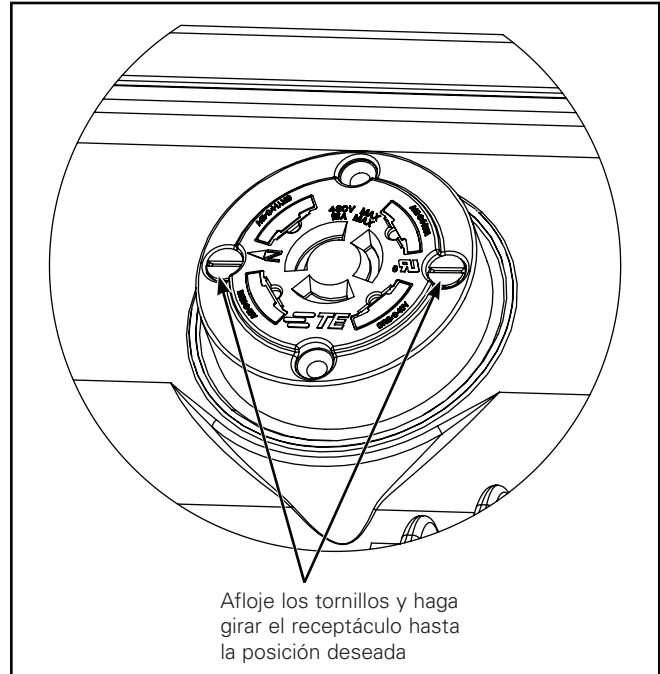

Figura 2. (7 PINES)
**Nota:** Una vez que el receptáculo esté en la posición deseada, ajuste los dos tornillos hasta 25 in-lb como máximo. (Figura 2 - 3.)